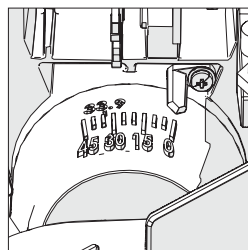

Fig. 21
- Luta såghuvudet i önskad vinkel. En vinkelskala tillhandahålls för att underlätta inställning (**Fig 21**).